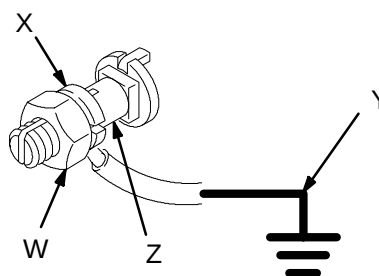

Fig. 2
- **Bomba:** Utilizar una abrazadera y un cable de conexión a tierra tal como se indica en la Fig. 2. Afloje la tuerca de apriete (W) y la arandela (X). Inserte un extremo de un cable de conexión a tierra (Y) de un mínimo de 1,5 mm2 (12 ga) en la ranura de la orejeta (Z) y apriete la tuerca firmemente. Conecte el otro extremo del cable a una tierra verdadera. Pida el cable de conexión a tierra y la abrazadera, ref. pieza 222011.